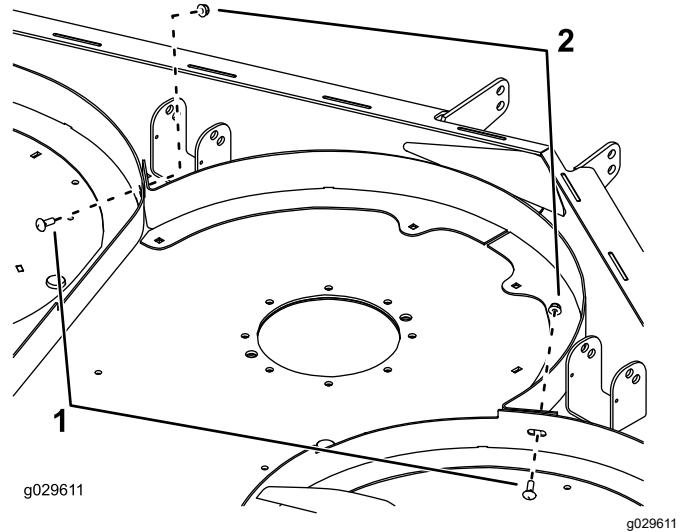

図 9
2. 左右のチェンバを中央のチェンバに仮止めするキャリッジボルト5/16 x 3/4 インチ 2本とナット5/16 インチ2個を使用する図 9。